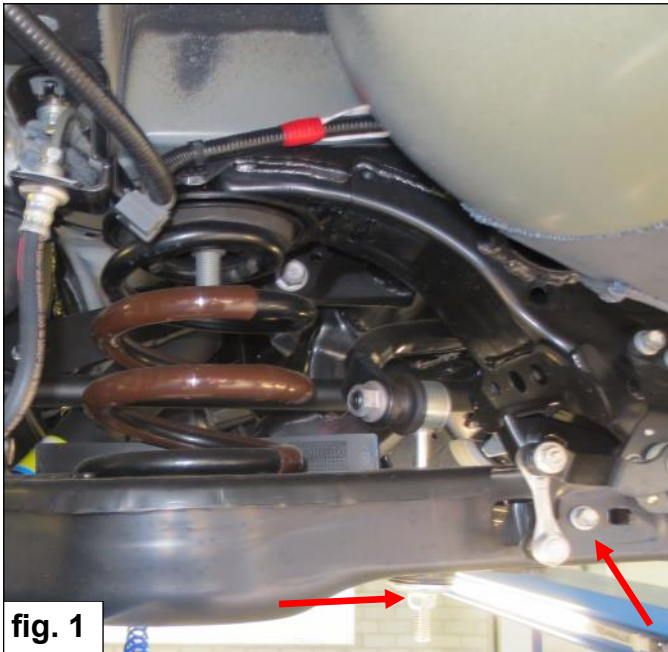

fig. 1
1. Maak de bevestigingen van de stabilisatorstang aan de draagarmen los en wanneer aanwezig de sensorbeugel op de linker draagarm. Zie fig: 1.
1. Dismount the fastening of the stabilizer bar to the wheel arm and when present the sensor bracket on the left wheel arm. See fig. 1.
1. Demontieren Sie die Befestigung der Stabilisatorstange zu den Tragarm und wenn vorhanden, die Halterung des Sensors auf der linken Tragarm . Siehe Fig. 1.
1. Détachez les fixations de la barre stabilisatrice des bras de suspension et le cas échéant, le support du capteur sur le bras de suspension. Voir fig. 1.